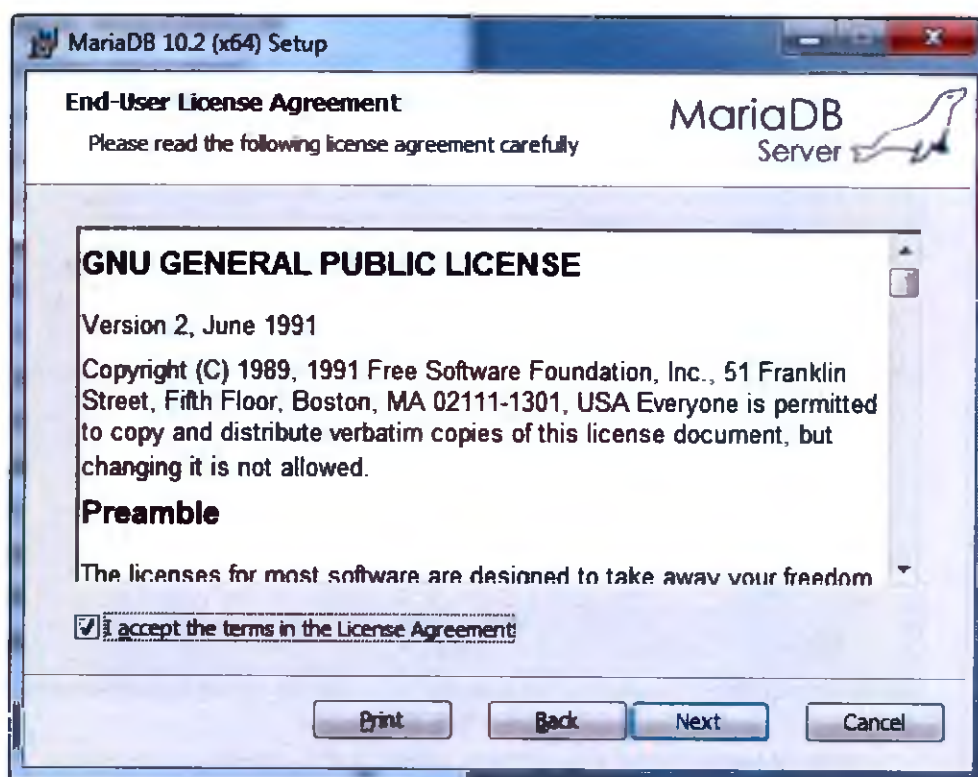

Рисунок 6.6 — Лицензионное соглашение
- *Свободный сервер баз данных MariaDB* Для установки локального сервера баз данных запустите программу установки mariadb-10.2.14-winx64.msi из папки Prereg. Примите лицензионное соглашение (рисунок 6.6).